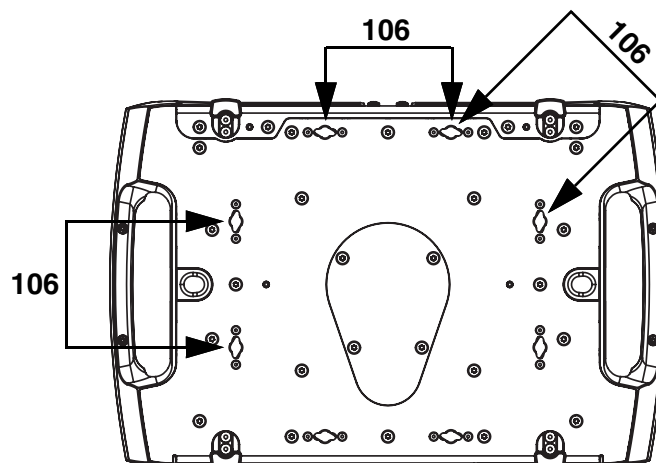

Figure 3 : Points de montage des embases Omega
Les quatre paires d'inserts à 1/4 de tour espacés d'un entr'axe 106 mm (4.17 po.) acceptent des embases Omega pour la fixation rapide d'accessoires de suspension (voir Figure 4). Les embases Omega peuvent être installés parallèlement aux côtés de la base ou en diagonale (voir Figure 3).
3. Voir Figure 3 en page 11. Aligned le premier collier et son embase avec 2 points d'accroche de la base, puis engagez les deux inserts à quart de tour dans les emplacements correspondants de la base. Voir Figure 4. Tournez les leviers des inserts à quart de tour de 90° dans le sens horaire pour verrouiller.